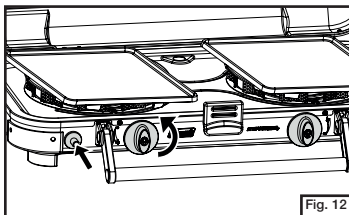

Fig. 12
- Ouvrir la valve du brûleur et appuyer à répétition sur le bouton d'allumage pour allumer le brûleur. (Fig. 12)